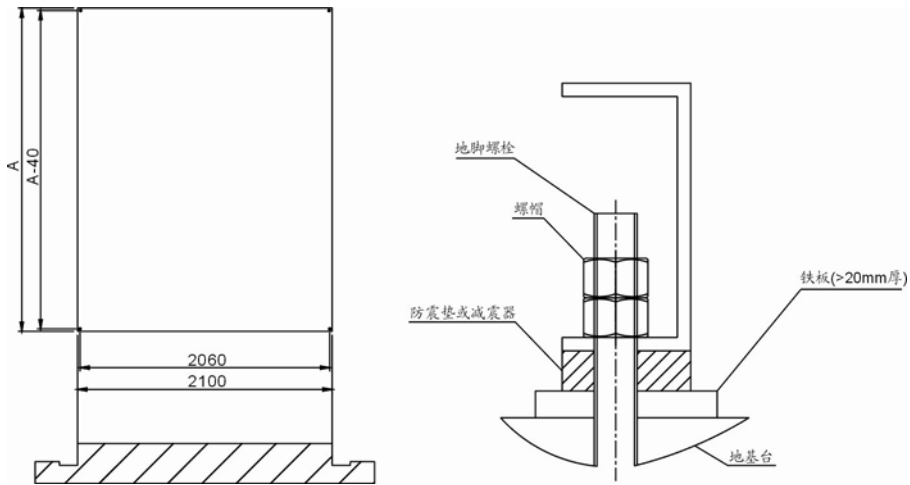

图 3-2：机器安装基础图
- 1) 图 3-2 地脚尺寸图为单元模块，模块安装时须注意各实际安装孔位置尺寸。
- 2) 采用图 3-3 固定方式时，根据图 3-2 安装孔位置，基础上请预留地脚螺栓安装孔位或减震器安装用地脚螺栓孔。